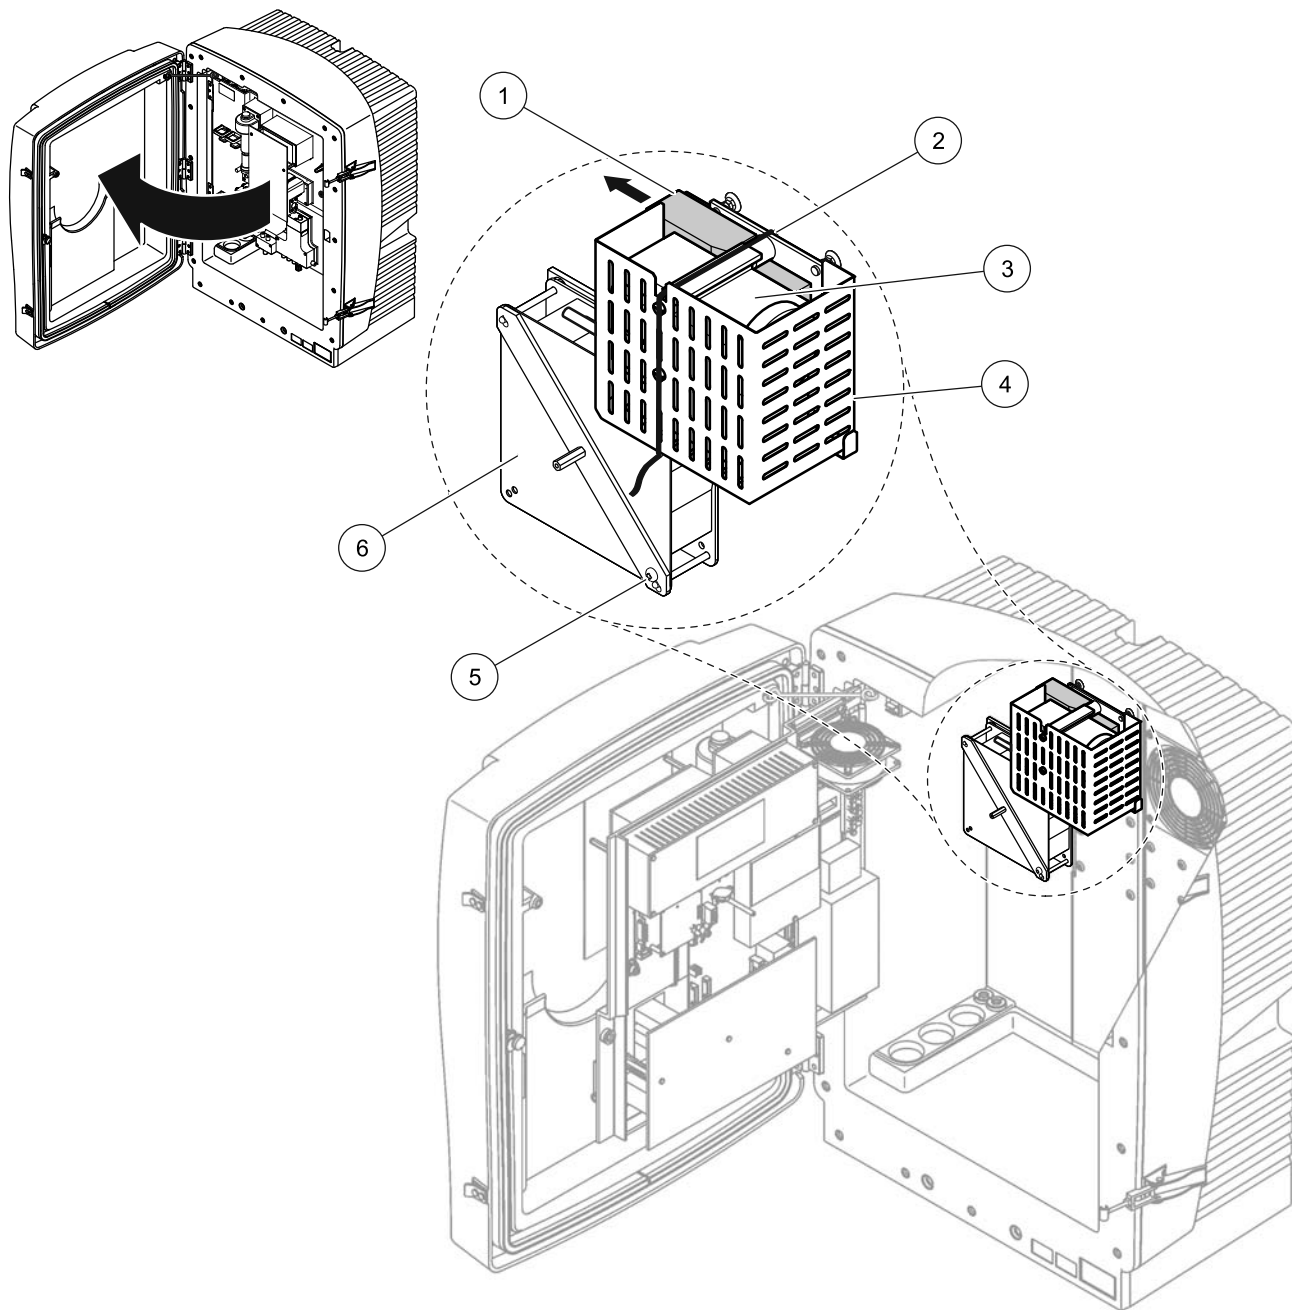

Рисунок 10 Снимите транспортировочный фиксатор компрессора 1
3. Снимите кабельную стяжку и потяните транспортировочный фиксатор компрессора в левую сторону (Рисунок 10).